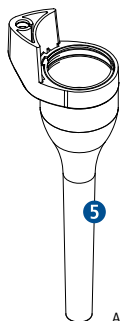

Abb. 6
- Entnehmen Sie den Dichtring **10** unter Verwendung des Hilfswerkzeugs (Abb. 6) aus dem Spitzenkonus und tauschen ihn aus (Ersatzdichtringe siehe Punkt 8 Bestellinformation).